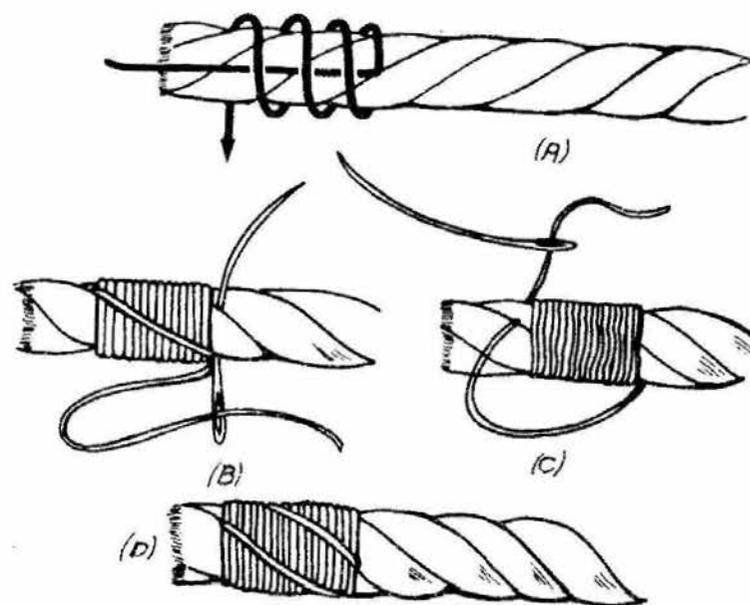

Fig. 8 Surliure à l'aiguille
- la surliure à l'aiguille (fig. 8): excellente surliure permanente même si les cordages sont battus par le grand vent. Après avoir fait quelques tours pour envelopper l'extrémité de la corde (fig. 8A), faites des tours en diagonale qui épousent les sillons entre les torons (fig. 8D) en passant la ficelle à travers un toron entre chaque tour avec une aiguille (fig. 8B-D). Pour finir, coude la ficelle dans la corde.